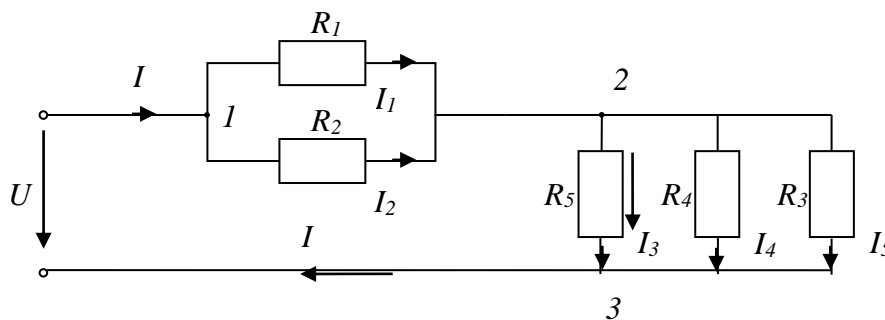

Рисунок 3.1
**Задача:** Визначити: струми в гілках електричного кола, схема якого зображена на рис. 3.1, рис. 3.2, рис. 3.3, якщо:  $U = 120$  В,  $R_1 = 12$  Ом,  $R_2 = 16$  Ом,  $R_3 = 10$  Ом,  $R_4 = 20$  Ом,  $R_5 = 26$  Ом, струми в гілках електричного кола, схема якого зображена на рис. 3.2,а, за допомогою еквівалентних перетворень та закону Ома. Перевірити розрахунок за балансом потужностей. Параметри електричного кола:  $E_1 = 75$  В;  $J_2 = 9$  А;  $R_1 = 3,5$  Ом;  $R_3 = 10$  Ом;  $R_4 = 3$  Ом;  $R_5 = 5$  Ом,  $R_6 = 7,5$  Ом.